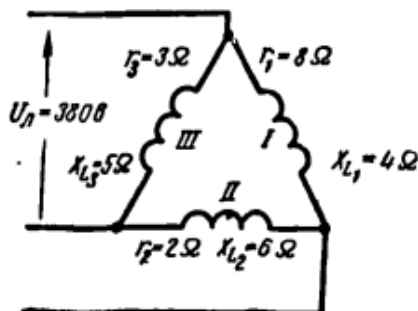

Рис.14. Схема електричного ланцюга
4. Обмотки споживача трифазного струму з'єднані трикутником, включені під лінійну напругу 380 В, схема (рис. 14). Активний опір фази I $r_1 = 8 \text{ Ом}$, індуктивне одно 4 Ом. Активний опір фази II $r_2 = 2 \text{ Ом}$, індуктивне дорівнює 6 ом. Активний опір фази III $r_3 = 3 \text{ Ом}$, індуктивне дорівнює 5 Ом. Визначити загальну потужність трьох фаз.